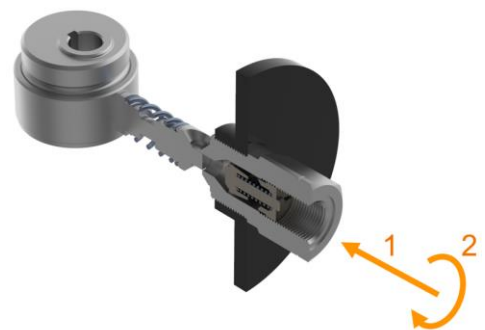

Abb. 15.2 Pump Element installation and removal
1. Setzen Sie das Pumpenelement senkrecht in die Pumpenauslassgehäusebohrung (Abb. 15.2) ein.
2. Ziehen Sie das Pumpenelement im Uhrzeigersinn mit einem Drehmoment -schlüssel fest, der voreingestellte Wert des Drehmomentschlüssels darf nicht kleiner als 18 N/m sein (Abb. 15.2).